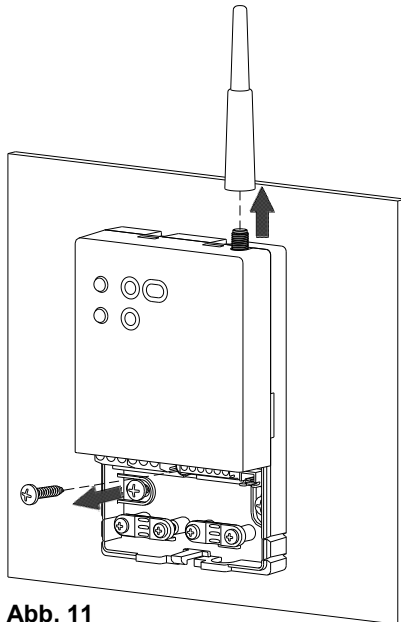

Abb. 11
⑥ Entfernen Sie die Antenne und lösen Sie die Schrauben, mit denen der Deckel an der Basis befestigt ist (Abb. 11).